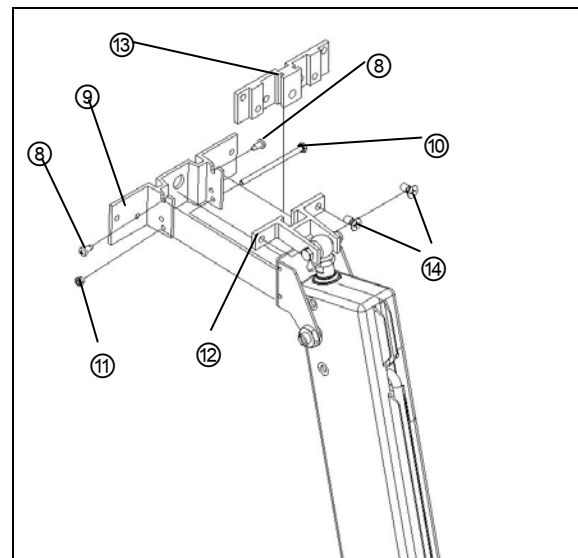

Bild 4
4. Elektroöffner mit den Kreuzschlitzschrauben ⑧ in der Grundplatte ⑨ des Aufsetzkranzes verschrauben. Danach die Sechskantschraube M4 x 70 ⑩ seitlich durch die Halterung des Öffners sowie durch die Grundplatte ⑨ einschieben und mit der selbstsichernden Mutter ⑪ arretieren (*Bild 4*).
5. Lagerbock ⑫ in die Anschlagplatte ⑬ des Lüfterrahmens einschieben, und mit den Kreuzschlitzschrauben M6 x 11 ⑭ befestigen (*Bild 4*).